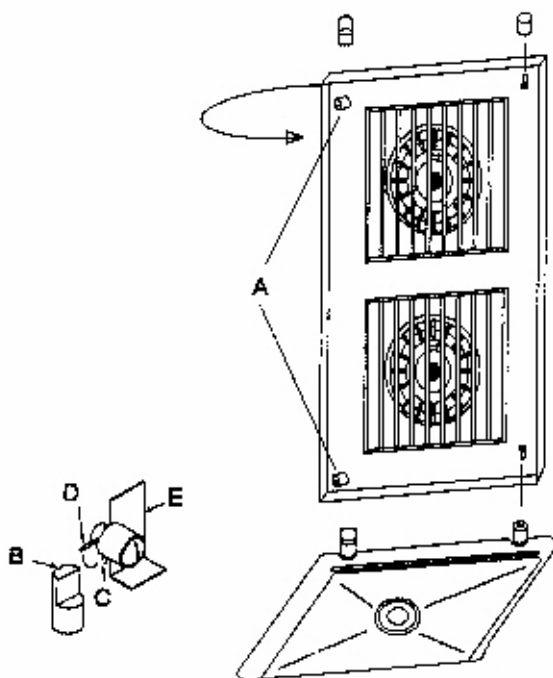

Рисунок 4g
- С помощью отвертки внутри печи повернуть на 90° два винта «А». Во время поворачивания вы должны надавливать на винт так, чтобы фиксирующий штифт винта из положения «закрыто» (рис.4g элемент С) оказался в положении «открыто» (рис.4g элемент D). Затем вы можете повернуть защитную панель вентилятора. Вентилятор закреплен на приводящем валу с помощью двух винтов с различной резьбой. Внутренний винт (с маленькой шляпкой) – с правой резьбой, другой (с более крупной шляпкой) – с левой резьбой. Для снятия вентилятора необходимо сначала удалить винт с меньшей шляпкой, а затем – с большой. Вентилятор может быть вынут с помощью специального съемника (см. дополнительное оборудование). Для замены вентилятора повторить те же операции в обратной последовательности и крепко затянуть винты.